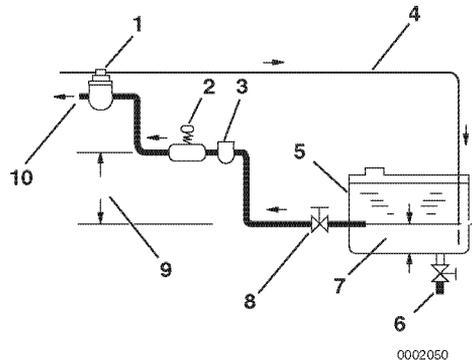

Abbildung 1
Ablasshahn (**Abbildung 1, (6)**) am Boden des Kraftstofftanks montieren, um Wasser und Verschmutzungen entfernen zu können.
Kraftstofffilter/Wasserabscheider (**Abbildung 1, (3)**) und Kraftstofffilter zwischen Kraftstofftank und Kraftstoffeinspritzpumpe montieren.